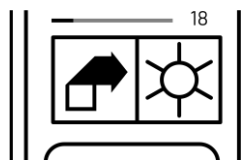
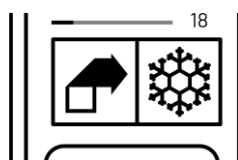
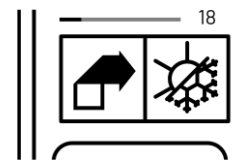

Рисунок 27 - Пиктограмма режима нагрева
Рисунок 28 - Пиктограмма режима охлаждения
Рисунок 29 - Пиктограмма режима «климат-контроль»
3.6.2 Для выбора режима работы нажмите и удерживайте в течении 5 секунд кнопку «MODE». Пиктограмма над кнопкой (Рисунок 27, Рисунок 28, Рисунок 29) обозначает текущий режим работы. Основное поле меню регулировки уставки с изменением цвета и смены подписи